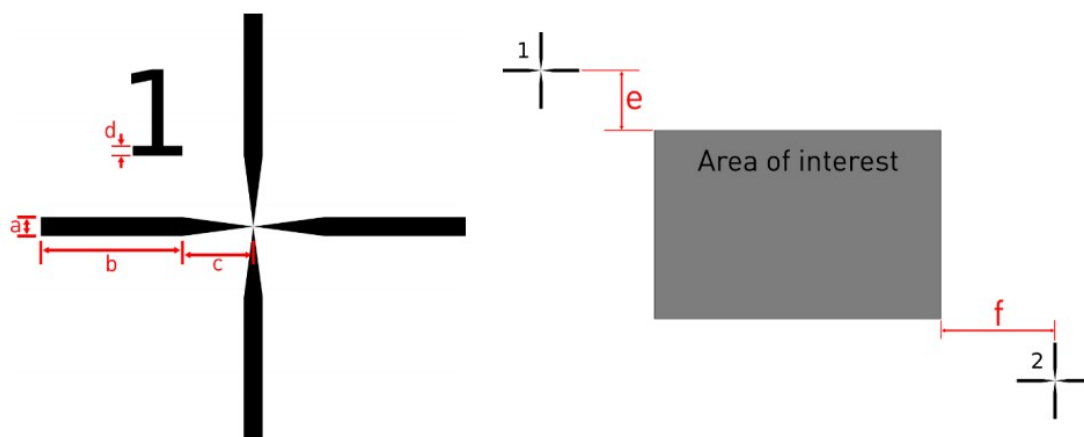

图 54 -设计规则 左:关注对齐十字及其关键维度; 右:在基板上交叉定位
1. -两条线穿过感兴趣的区域, 并位于彼此相对的两个角(图 54 右)。对于每一个设计, 十字必须在相同的相对位置。
2. -为每个十字添加一个唯一的数字(图 54 左), 以避免错误的基板方向。
表 1 -图 54 设计的建议尺寸